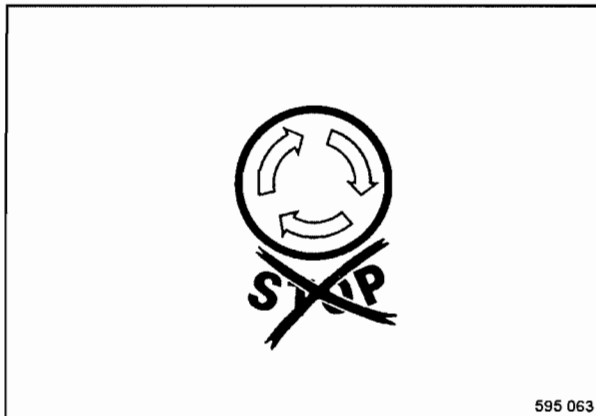

Fig. 28
- Comprobar si el interruptor de parada de emergencia (Fig. 28) está desbloqueado.